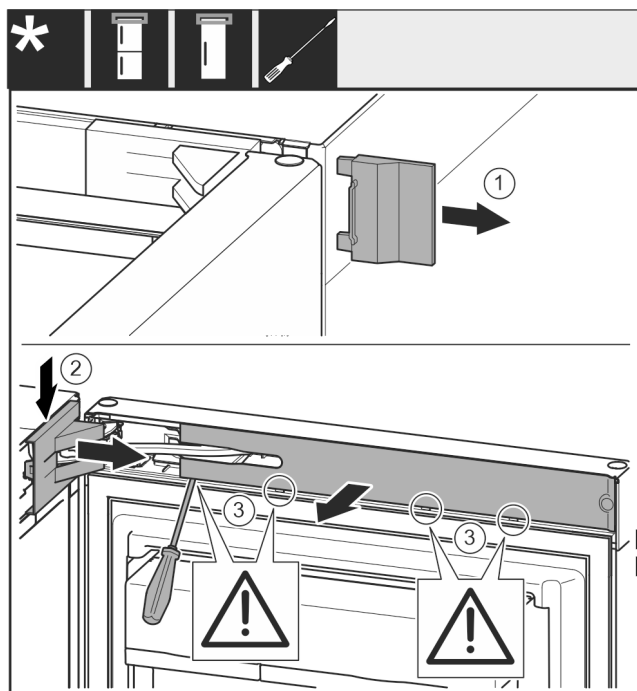

Fig. 11
- Sejměte kryt Fig. 11 (1).
- Odjistěte a uvolněte kryt stojanu ložiska Fig. 11 (2).
- Sejměte kryt stojanu ložiska Fig. 11 (2).
- Plochým šroubovákem vyjměte zásepku Fig. 11 (3) a otočte ji ke straně.